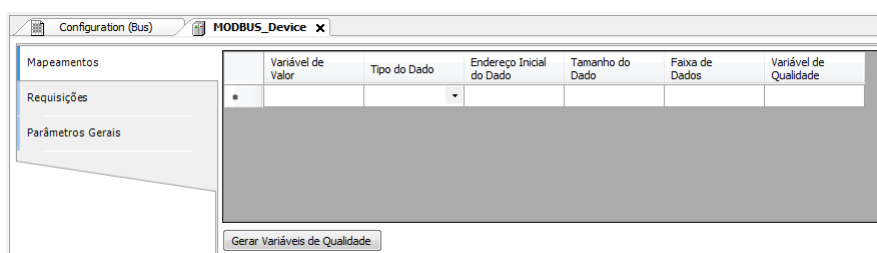

Figura 83: Tela de Mapeamentos de Dados MODBUS
- Adicionar e configurar os mapeamentos MODBUS na aba Mapeamentos conforme Figura 83, especificando o nome da variável, tipo de dados e endereço inicial do dado, o tamanho do dado e a faixa são preenchidos automaticamente.